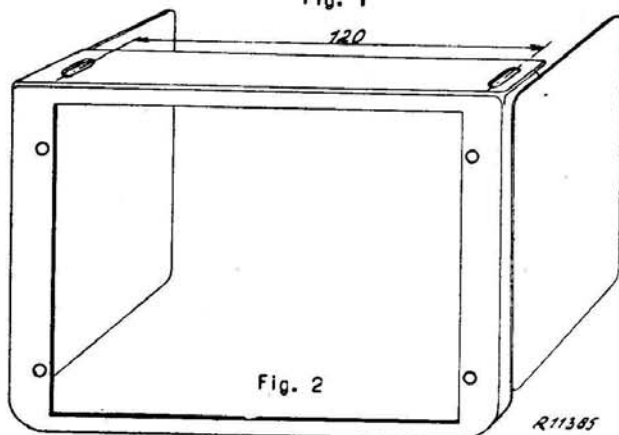

Fig. 2
- Fixation sous le tableau de commande; au moyen d'un étrier de suspension spécial (fig. 2).